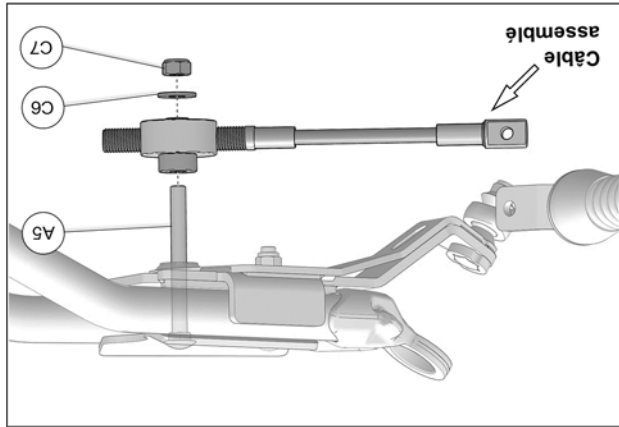

Fig. 27
18. Glisser le câble assemblé du limiteur de conduite sur le boulon de carrosserie M10x105mm (A5) et utiliser la rondelle (C6) et l'écrou (C7) pour fixer l'ensemble à l'ancrage anti-rotation. Serrer l'écrou à un couple de 50 N•m [37 lb•pi]. Voir la Fig. 27